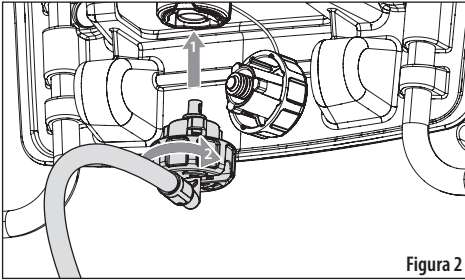

Figura 2
1. Alinee las pestañas del conector de la manguera con la tapa, empuje el conector de la manguera dentro de la tapa hasta que se detenga. Vea la Figura 2.